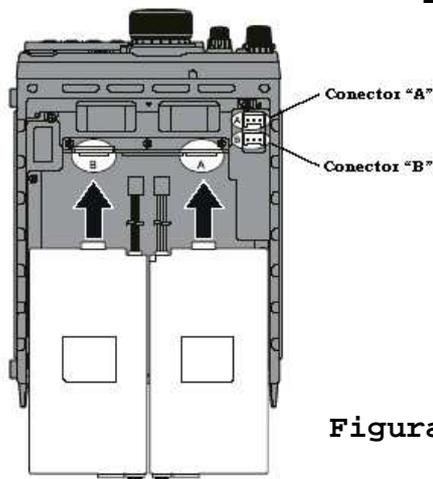

Figura 3
3. Insira a bateria FNB-78 no compartimento de Bateria "A" ou "B", na parte inferior do equipamento de modo que a trava da bateria, fique alinhada com o furo de montagem (vide as setas na Figura 3).
4. Insira o conector de 3 pinos (anexo à bateria opcional FNB-78), no jaque apropriado no equipamento (O **Conector "A"** e "**B"**, na Figura 3)
5. Remova a tampa plástica (Figura 3, na página anterior), referente ao compartimento em que a bateria foi instalada mantendo alinhada a pequena projeção desta tampa com a tampa inferior do equipamento.